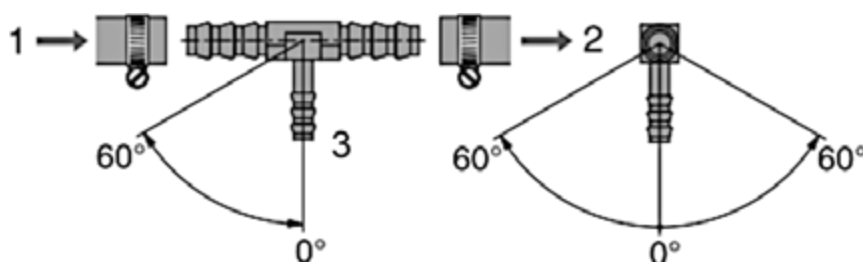

Fig. 36
- ☐ Corte/divida el tubo de combustible del vehículo e instale la pieza en T con sus aberturas más gruesas entre los dos extremos Fig. 36 (1) (2) del tubo.
- ☐ A continuación, conecte el tubo de combustible del calentador con la ayuda de un manguito de goma con el extremo fino Fig. 36 (3) de la pieza en T.